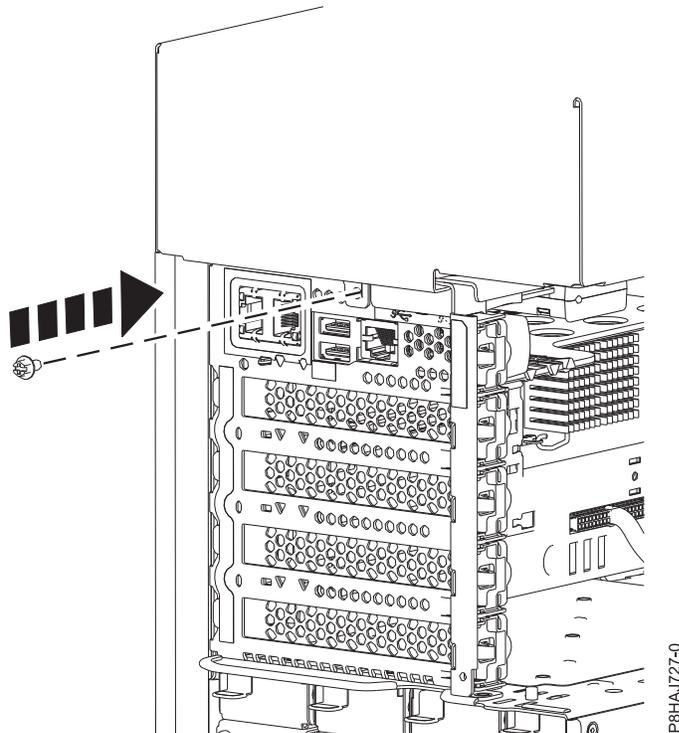

Abbildung 37. Anbringen der Schraube der Seitenabdeckung bei einem Standalone-System vom Typ 8286-41A
5. Bringen Sie die hintere Schraube der Seitenabdeckung mit einem Kreuzschlitz-Schraubendreher an (siehe Abb. 37 auf Seite 56).